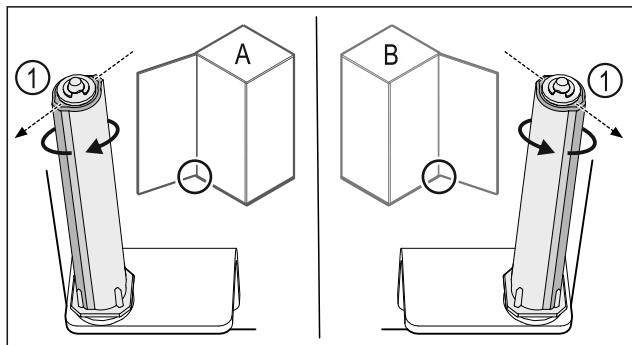

Fig. 36 Левое навешивание (A) / правое навешивание (B)
- ▶ Поворачивайте систему закрытия, преодолевая сопротивление до тех пор, пока ее ребро Fig. 36 (1) не будет направлено наружу.